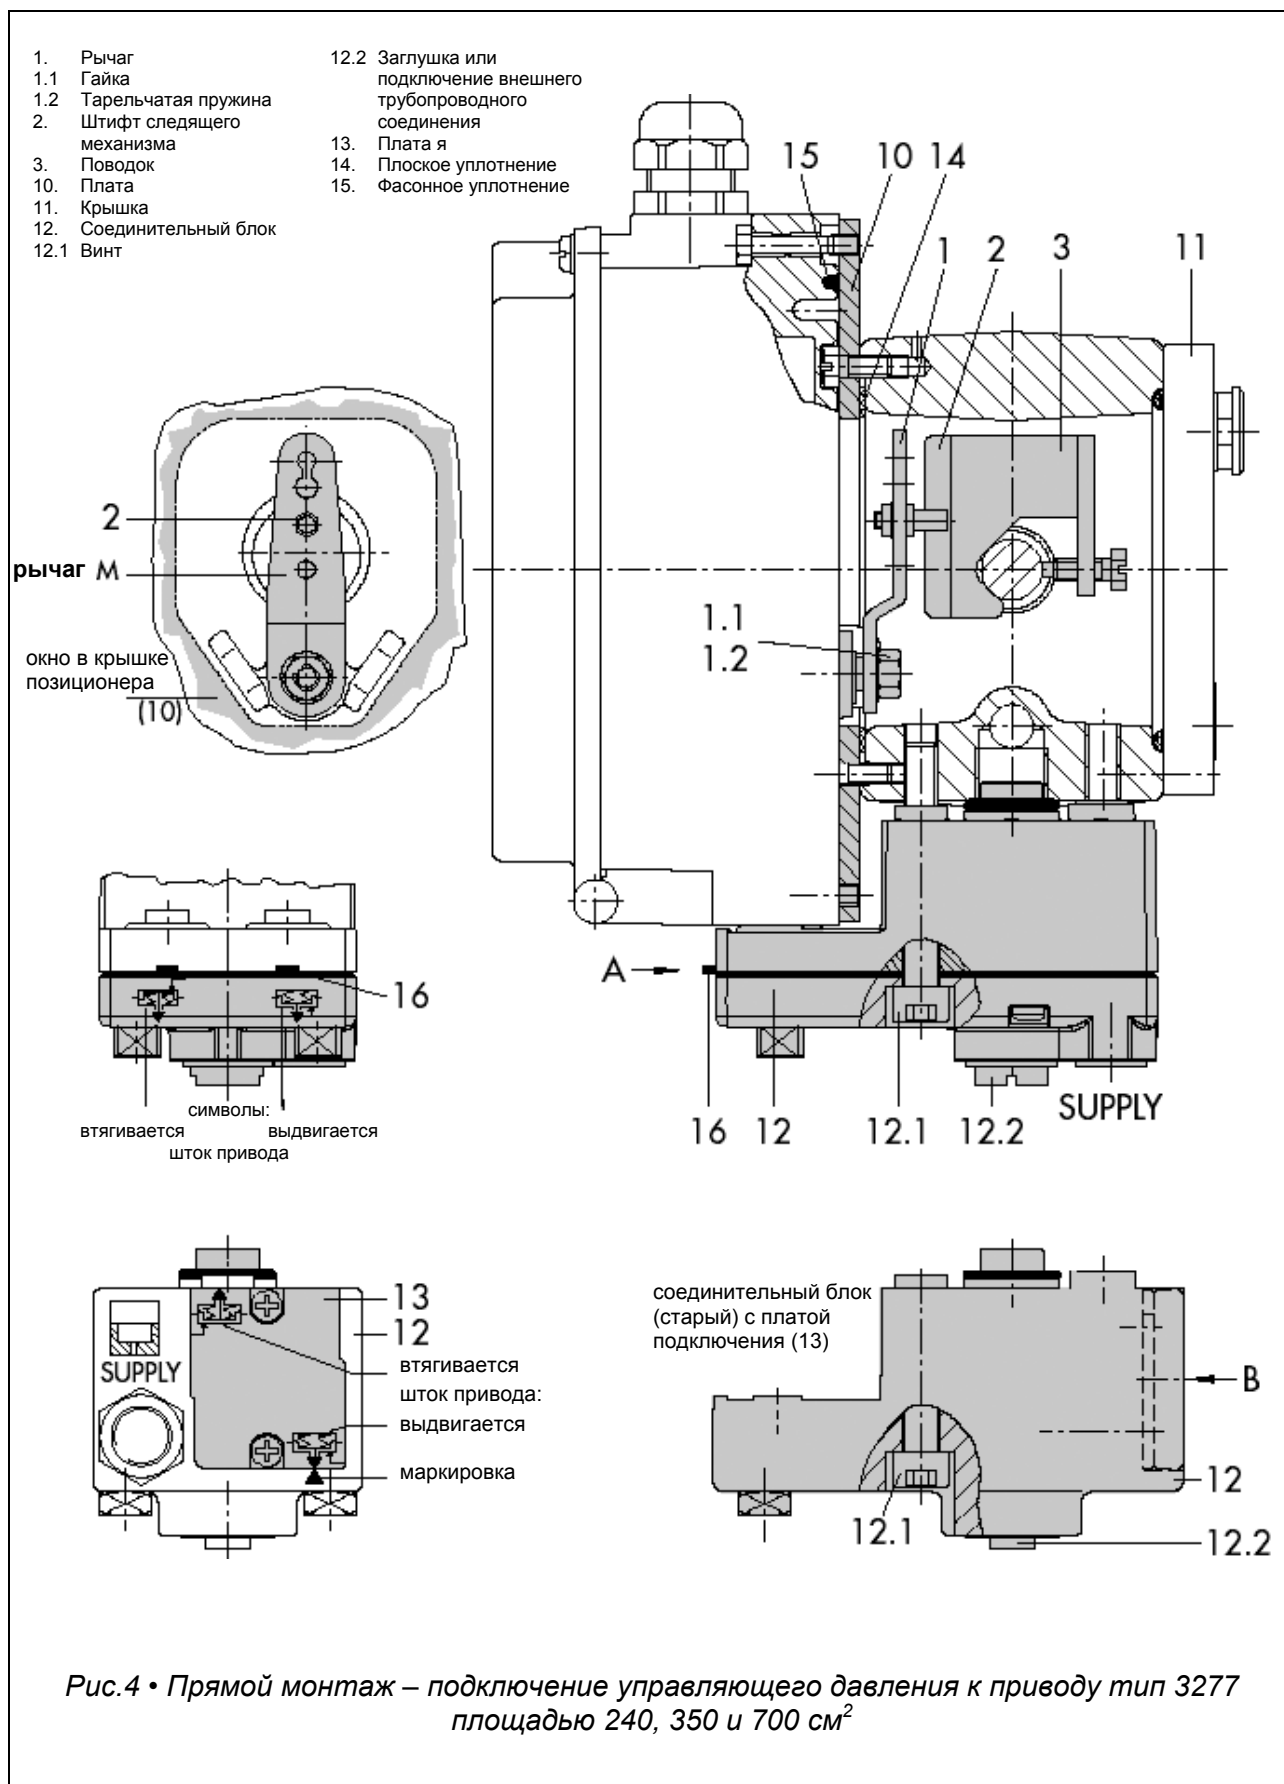

Рис.4 • Прямой монтаж – подключение управляющего давления к приводу тип 3277 площадью 240, 350 и 700 см²
1. Установить поводок (3) на штоке привода, выровнять его и надежно привинтить так, чтобы крепежный винт установился в пазу штока привода.
2. Закрепить плату (10) так, чтобы узкая сторона выемки (рис. 4 слева) была в направлении места подключения управляющего давления. Приклеенное плоское уплотнение (14) должно указывать в направлении рамы привода.
3. Для приводов площадью 700см² следует с обратной стороны позиционера вывинтить штифт следящего механизма (2) на рычаге **М** (1) из позиции **35**, переставить его в отверстие на позиции **50** и надежно завинтить.
В случае использования **старого** соединительного блока (рис. 4 внизу) необходимо повернуть плату подключения (16) таким образом, чтобы изображение необходимого символа привода установилось против маркированной стрелки.
7. Установить соединительный блок (12) с его уплотнительными кольцами на позиционере и раме привода и привинтить крепежным винтом (12.1). В приводе с положением безопасности «шток привода втягивается» необходимо дополнительно удалить заглушку (12.2) и смонтировать внешнюю проводку управляющего давления.
8. Смонтировать с обратной стороны корпуса крышку (11). При этом непременно проверить, чтобы в смонтированном положении регулирующего клапана пробка сброса воздуха была направлена вниз для беспрепятственного стока конденсата, который может скапливаться в приборе.